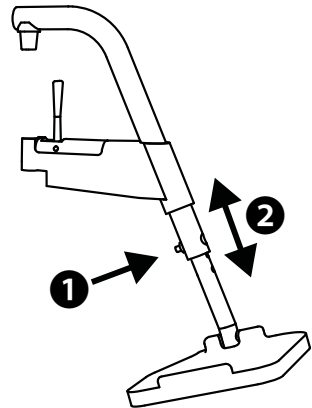

Abb.9
1. Lösen Sie die Verschraubung an der Rückseite des Beinstützenrohrs (1, Abb. 9).
2. Stellen Sie die gewünschte Höhe der Fußplatte über die 9 Bohrungen ein (2, Abb. 9).